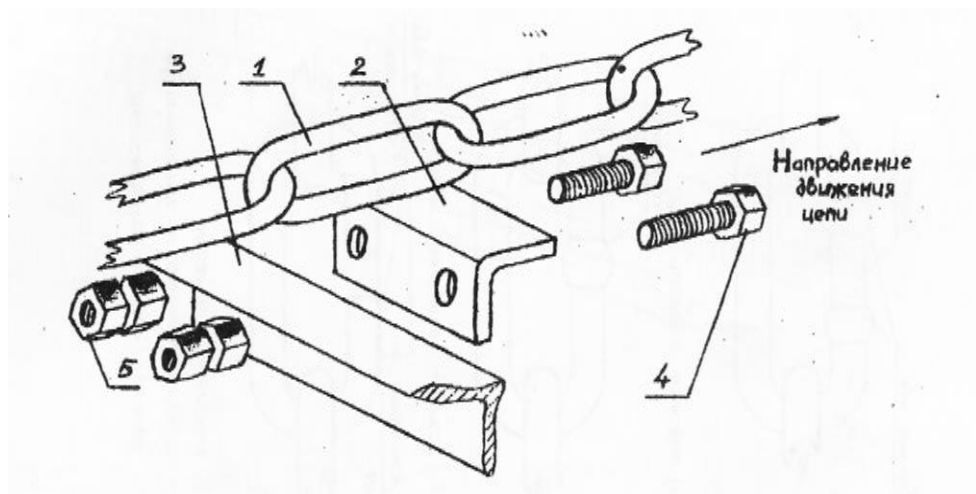
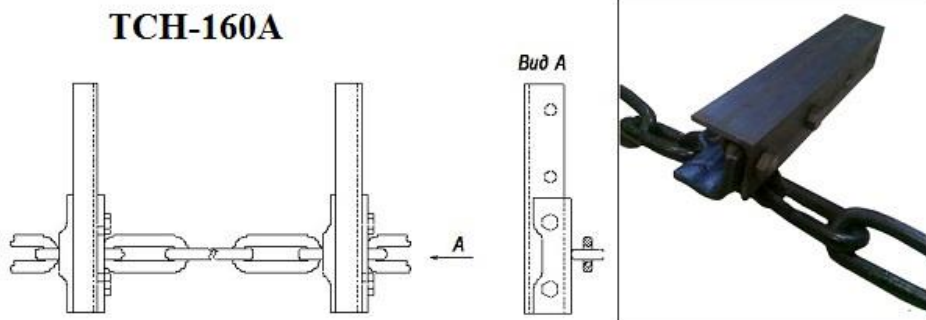
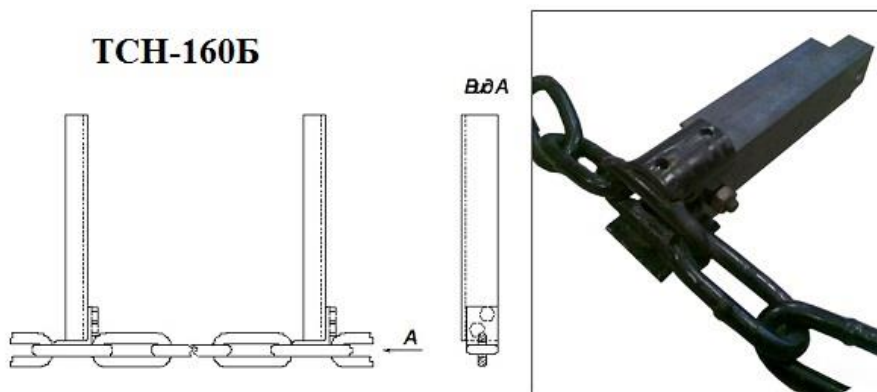

Рис. 3
Рис. 3.1 ТСН-160А
Рис. 3.2 ТСН-160Б
- 4.3. Цепь горизонтального транспортера (рис. 3, рис. 3.1, рис. 3.2).
4.3.1. Скребок 2 при помощи метизов крепится к среднему звену 1 цепи (рис.3).